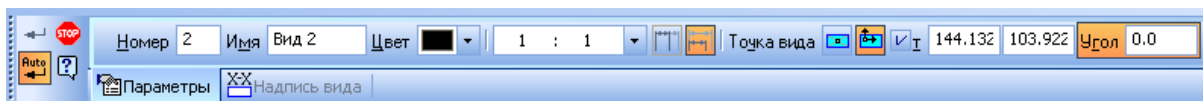

Рис. 114
6. Відразу після створення лінії ламаного розрізу автоматично запускається команда створення нового виду, позначення якого буде асоціативно пов'язано із створеною лінією ламаного розрізу. Система автоматично присвоює виду номер 2. Після цього курсор буде мати вигляд . *Панель свойств* буде мати вигляд як на рис. 114.
но присвоює виду номер 2. Після цього курсор буде мати вигляд . *Панель свойств* буде мати вигляд як на рис. 114.